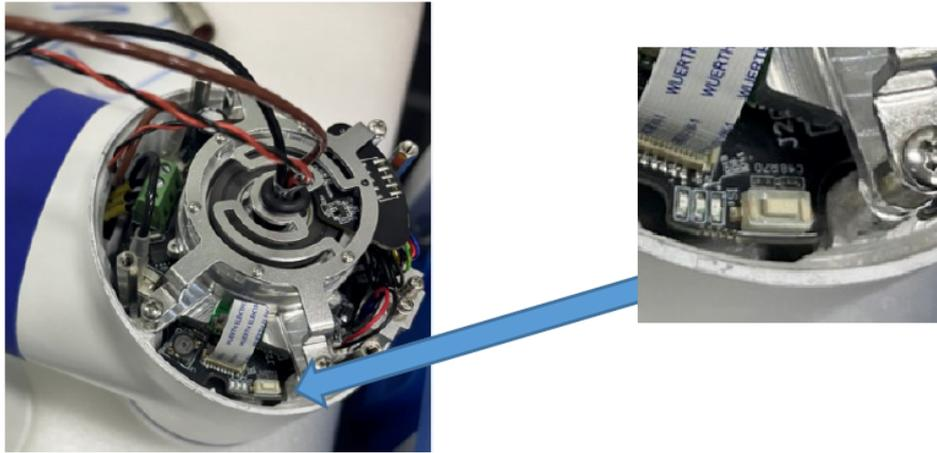

图 3-5: 白色按钮
4. 轻按白色按钮松开，闪烁灯闪烁，闪烁次数为关节的号码数，如图 3-5 所示；